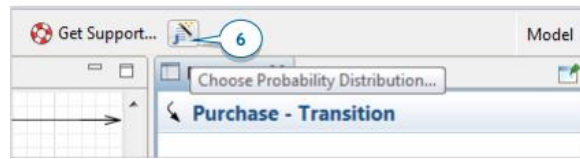

Рисунок 8.6 – Кнопка панелі інструментів
6. Натисніть кнопку панелі інструментів «Вибрати розподіл ймовірностей» (рис. 8.6).